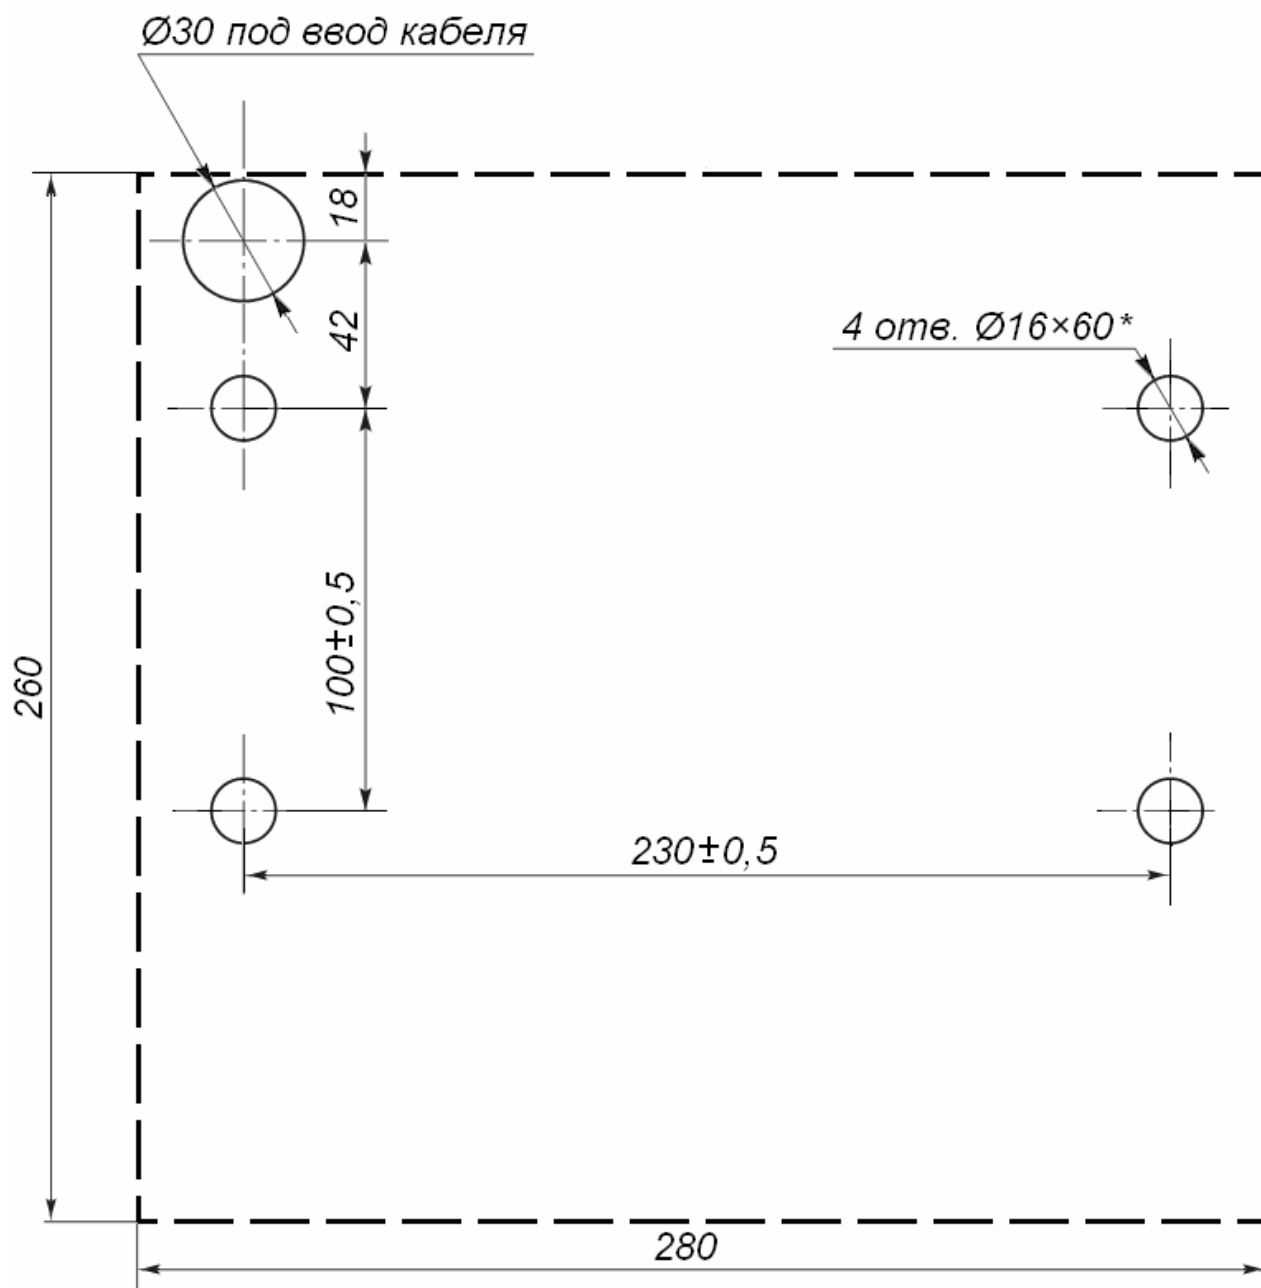

Рисунок 9 Разметка отверстий в полу под крепление стойки турникета и отверстия для ввода кабелей
- 2 Подготовьте в полу отверстия под гильзы анкеров (15) для крепления стойки турникета (см. рисунок 9).
При необходимости прокладки кабелей под поверхностью пола подготовьте в полу кабельный канал, подходящий к отверстиям для ввода этих кабелей в стойку турникета (рисунок 9). Установку и крепление стойки турникета производите после прокладки всех кабелей в кабельном канале и внутри стойки турникета.